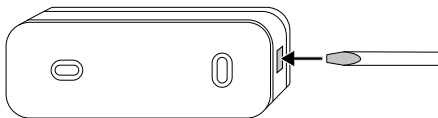

Fig. 1
- ◆ Retirez le support mural **10** au dos de l'émetteur en enfonçant un tournevis plat dans l'ouverture latérale et en soulevant le support avec précaution de l'émetteur (voir fig. 1).